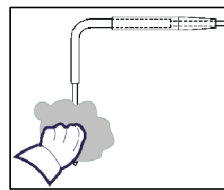

Fig.3
- * A Sonda Agulha deve ser limpa à mão, usando água morna e sabão neutro. Nunca utilizar para a limpeza abrasivos ou detergentes a base de diluentes (tipo trielina). **ATENÇÃO:** A Sonda Agulha *não* deve ser limpa com água fervendo. (Fig.3)